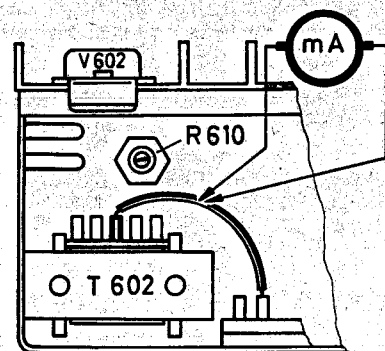

Fig. 32
- In die gemeinsame Kollektorleitung beider Endtransistoren, d. i. Mittelanzapfung (Farbpunkt) der Primärwicklung des Ausgangstrafos T 602, ein Milliampere-meter (Multavi V, Ri = 2 Ω bei 150 mA) schalten (Fig. 32).
- Ruhestrom ca. 1 Minute nach Einschalten des Gerätes mit Einstellregler R 610 (Fig. 32) auf 85 mA \pm 20 mA bei einer Batteriespannung von 6 V \pm 0,1 V, gemessen hinter der Transistorensicherung im Transistorteil, einstellen.
- Connect milliammeter (Multavi V, Ri = 2 Ω at 150 mA) to the combined collector lead of both output transistors, i. e. to the centre tap (colour point) of the primary winding of output transformer T 602 (fig. 32).
- Approx. 1 minute after switching on set, set rest current via adjuster R 610 (fig. 32) to 85 mA \pm 20 mA at a battery voltage of 6 V \pm 0.1 V, measured behind the transistor fuse in transistor unit.